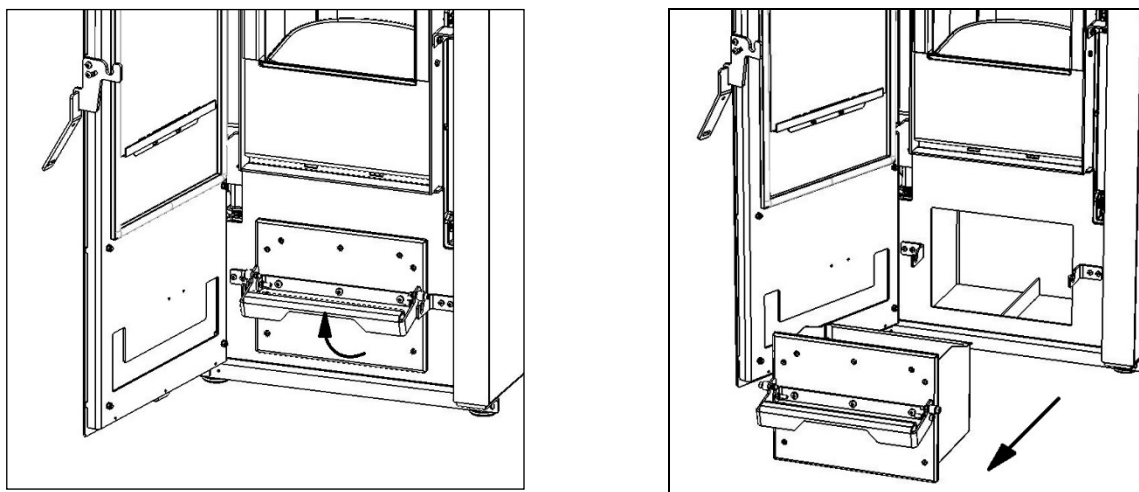

Fig. 10.5
1. Retirez le tiroir à cendres à l'aide de la poignée comme indiqué sur l'image (voir **fig. 10.5**). Videz-le et aspirez les éventuels restes de cendres du tiroir et dans le logement, en faisant attention à la présence de braises qui risqueraient d'endommager l'appareil utilisé pour effectuer le nettoyage. Une fois le nettoyage effectué, remettez le tiroir en place en faisant attention de bien le fermer.